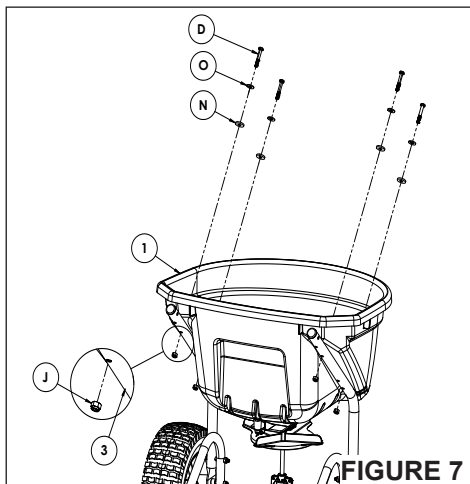

FIGURE 7
ÉTAPE 7 : (VOIR FIGURE 7)
- Positionnez la trémie (1) sur les tubes de trémie (3) et en utilisant les trous inférieurs, la fixer à l'aide de boulons hexagonaux de 1/4 pouce (D), rondelles (O), rondelles en nylon (N) et quatre écrous nylock (J), comme le montre la figure 7.